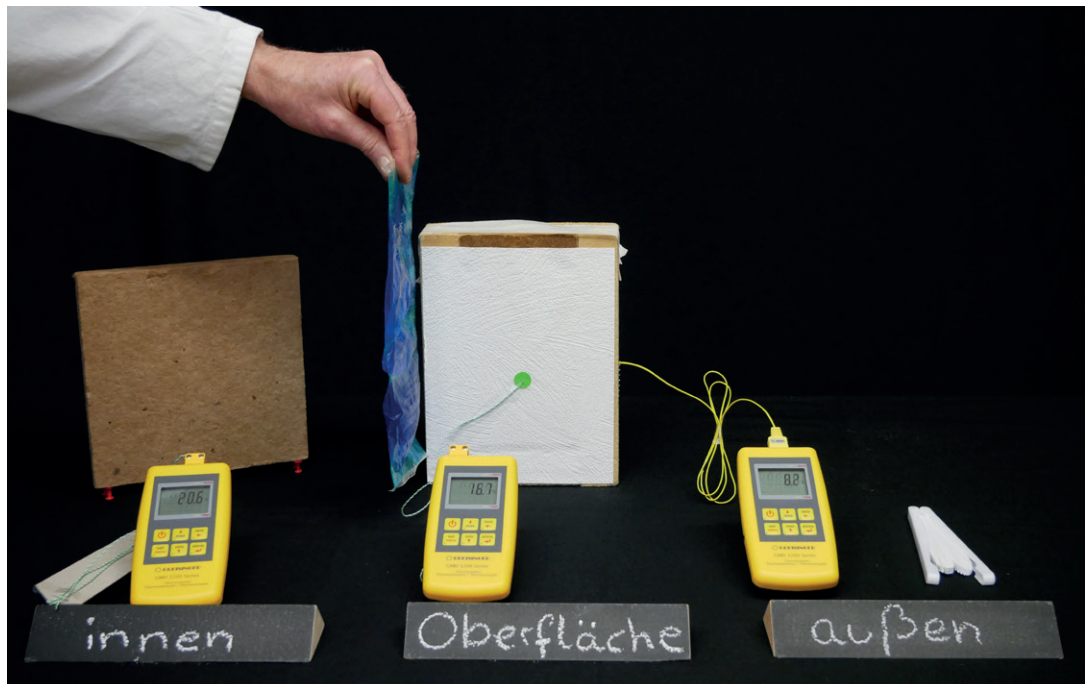

Abb. 5: Wärmequelle / Wärmesenke (Quelle: e.u.[z.] (2024))
- Abb. 5: Wärmequelle / Wärmesenke, Quelle: e.u.[z.]